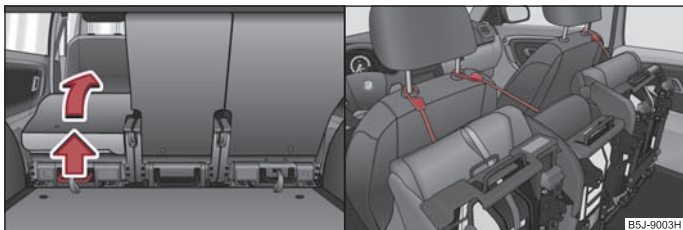

Fig. 52 Rabaterea în față a scaunului / asigurarea scaunului rabatat în față
- Trageți maneta ⇒ fig. 52 în sus și rabatați scaunul complet în față.
- Asigurați scaunul rabatat, cu ajutorul centurii de fixare, de o tijă a tetierei scaunului din față ⇒ fig. 52 dreapta.